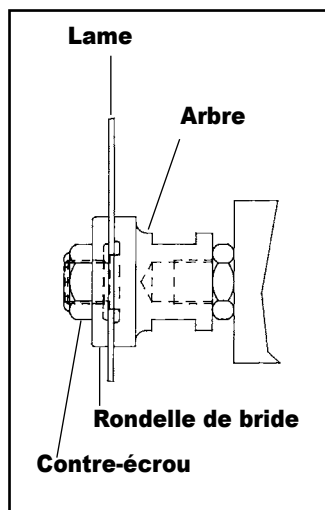

FIG. 2
- a. Arbre standard - Installez la lame sur l'épaule d'arbre de 5/8 de diamètre (Fig. 2). Installez le collet, face allégée tournée vers la lame et vissez le contre-écrou. Tout en maintenant une clé (fournie) sur le plat de l'arbre de © 7/8, serrez le contre-écrou. La lame doit être complètement contre l'épaule d'arbre et de niveau sur la face de l'arbre.
Détail de la **rondelle de bride** des Fig. 2 et 3 à droite.